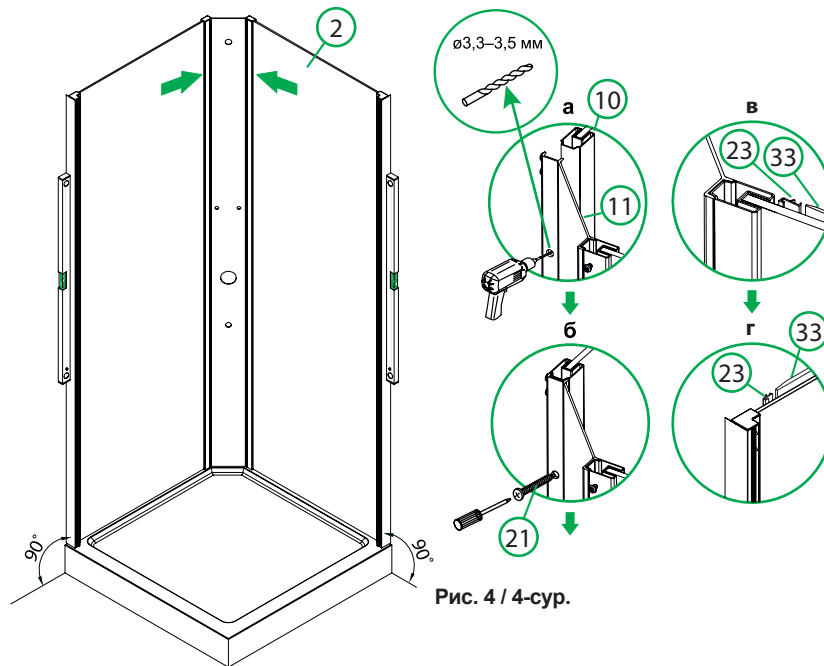

Рис. 4 / 4-сур.
1. Соедините шурупами (21) центральную алюминиевую панель (11) с профилями задних неподвижных панелей (10) (рис. 4 а, б).
2. Зафиксируйте задние стеклянные панели (2) в профилях (11) с помощью ПВХ уплотнителей (23) (рис. 4 в).
3. Установите пристенные алюминиевые профили (9) на задних стеклянных панелях (2) с помощью ПВХ уплотнителей (23) (рис. 4 г).